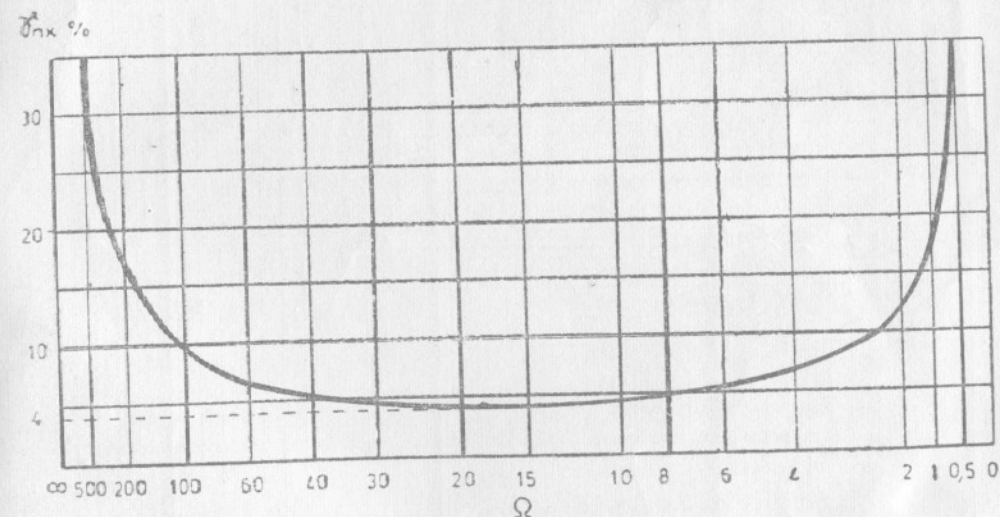

Fig. 2. Curba erorii ohmmetrului.
Pe baza relației (6) se poate trasa curba din fig. 2.